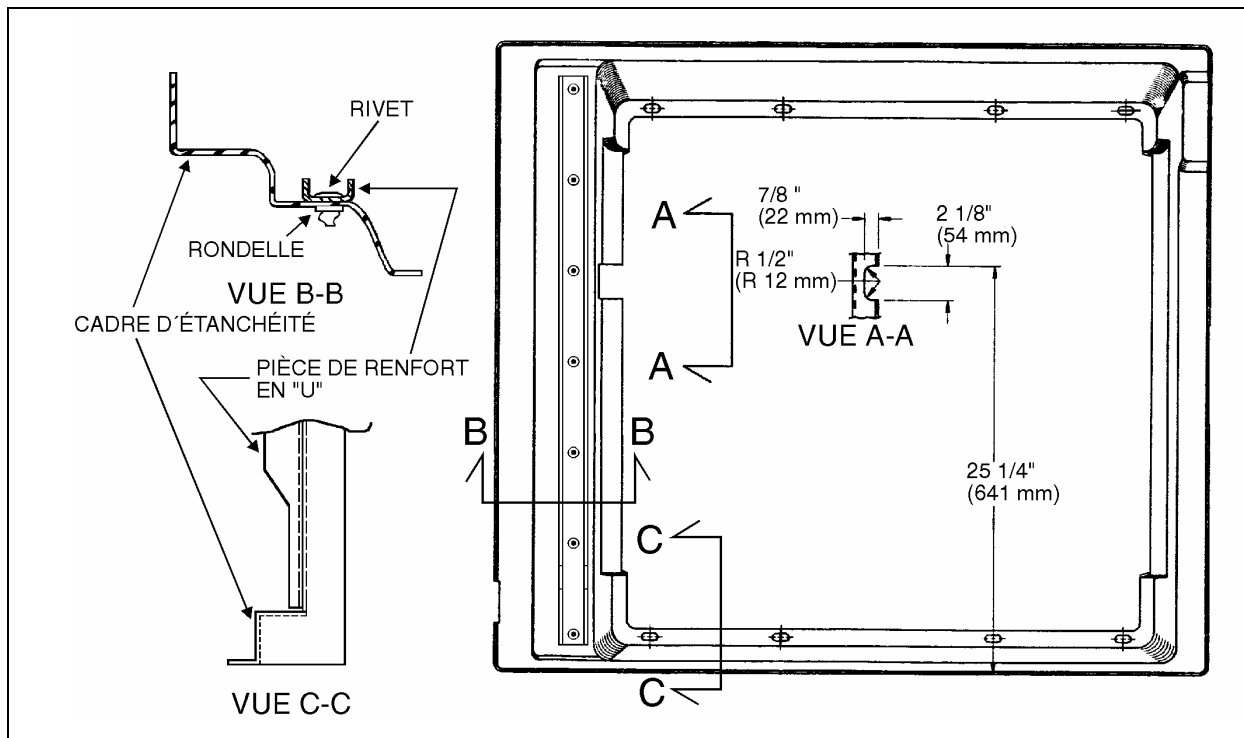

FIGURE 6: CADRE D'ÉTANCHÉITÉ DU RADIATEUR
2. Enlever le cadre d'étanchéité (Fig. 6). Pour ce faire, enlever les vis, les boulons et les rondelles tout autour du cadre d'étanchéité. Sur un H3-41 ou un H3-45, les rivets qui supportent la courroie de retenue de la porte doivent être enlevés.
3. Couper le cadre d'étanchéité à la position et aux dimensions de la Vue A-A sur la figure 6.
4. Placer la pièce de renfort en "U" (Prévost #051986) sur le cadre d'étanchéité du radiateur (Fig. 6). Horizontalement, le support en "U" de vrait être à 6 mm (1/4") de la fin de la courbure. Verticalement, centrer le support en "U" sur le cadre d'étanchéité.
5. Percer le cadre d'étanchéité avec une mèche 3 mm (1/8") vis-à-vis des trous du support en "U" (7). Pour chacun des trous (7), placer un rivet 1/8" X 3/8" (Prévost #504339) et une rondelle (Prévost #500437) (Fig. 6).